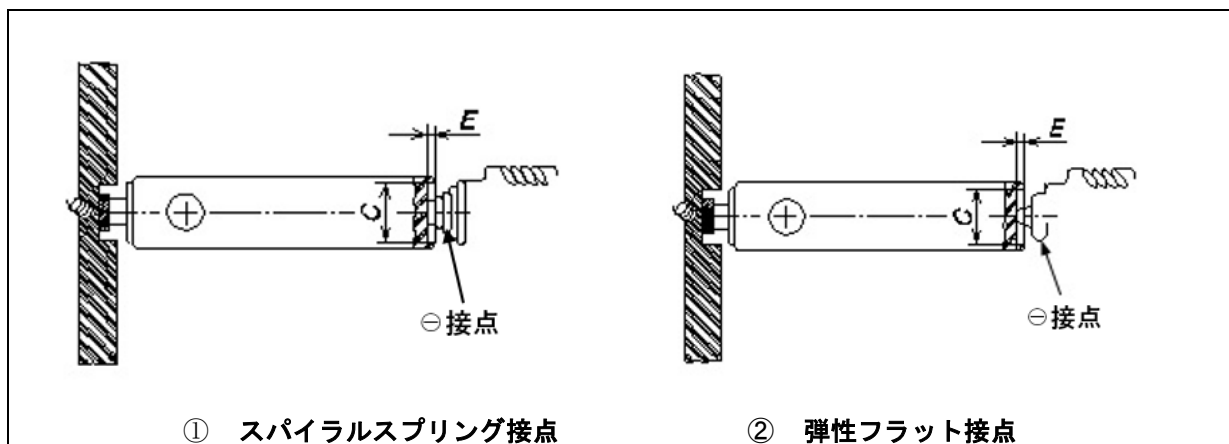

図 10 機器⊖接点の形状例
(図 10-①, 表 6 参照)
② 切断した金属板を電池室負極の弾性フラット接点を使用する場合
弾性フラット接点は、C 寸法よりも小さな幅の材料を使用し、電池⊖端子の外装部からの凹み寸法 E (最大) よりも大きな折り曲げ突起又は、ピップ (小突起) を形成して、電池との確実な接触を図る必要があります。(図 10-②, 表 6 参照)